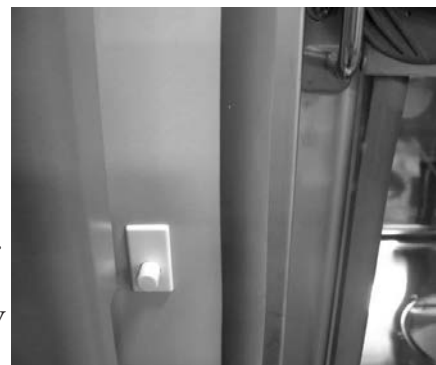

Figura 7-7. Interruptor de puerta
7. Abra ambas puertas en la incubadora. Fije con cinta adhesiva el interruptor de la puerta (figura 7-7) al frente de la unidad. Esto garantiza que el nebulizador de humedad funcione en un ciclo continuo de 8 segundos encendido y 2 segundos apagado.